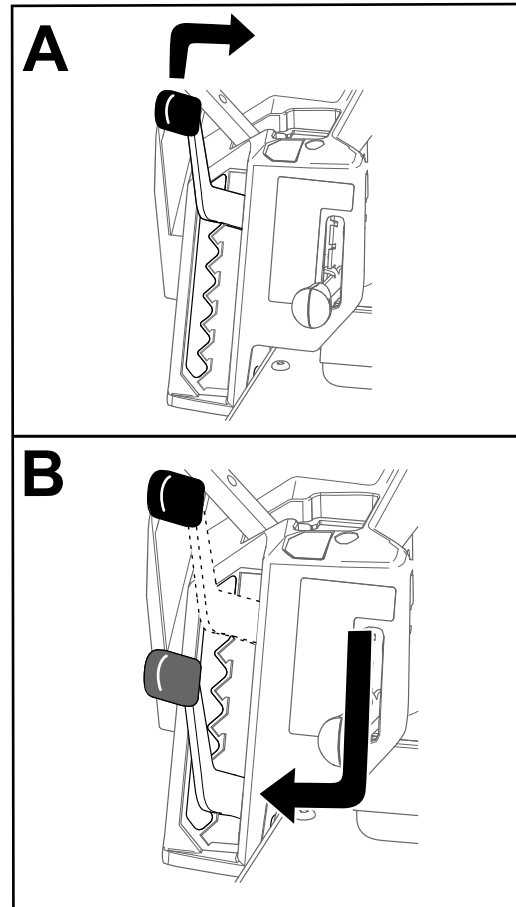

Figure 28
**Remarque:** La position de transport est la hauteur de coupe la plus élevée (114 mm), comme montré à la Figure 28.
Vous pouvez régler la hauteur de coupe de 38 à 114 mm par paliers de 13 mm. La hauteur de coupe est commandée par le levier situé à droite de la position de conduite (Figure 28).